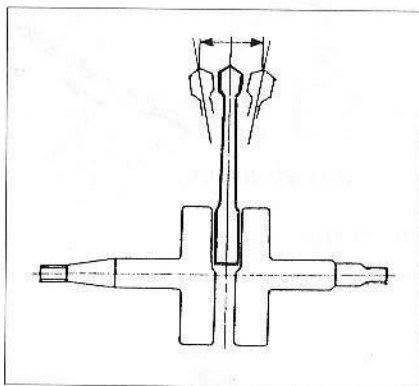

FIG. 14
a) Jeu latéral de la tête de bielle (fig. 14) Ce jeu se contrôle en glissant des cales d'épaisseur entre tête de bielle et masse de vilebrequin. En règle générale, la tête de